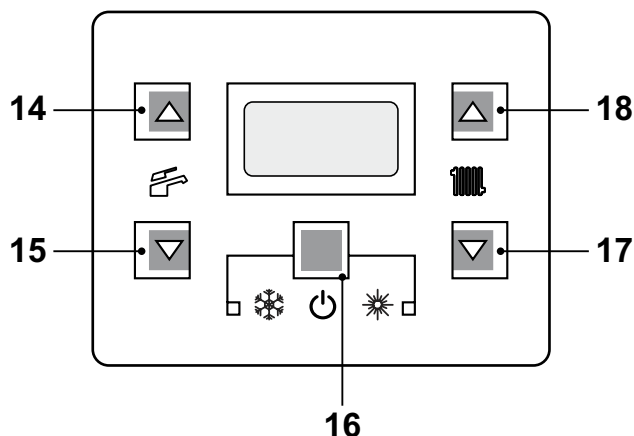
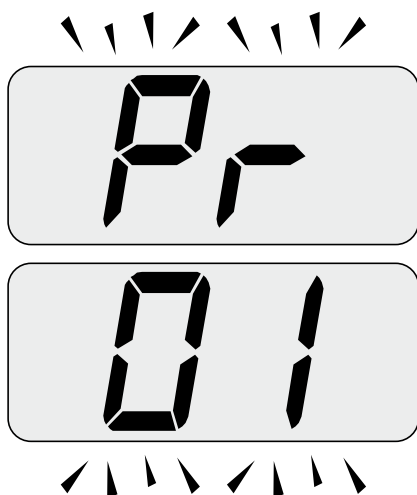
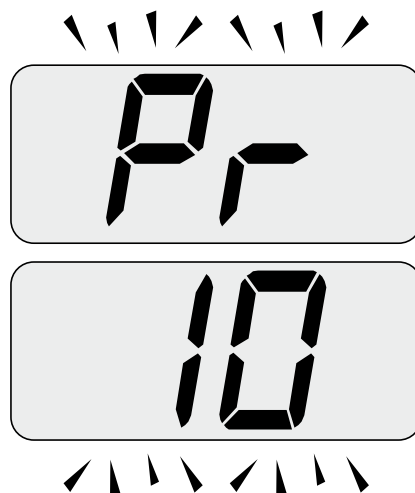

Figura 5.46
Figura 5.47
Figura 5.48
- Entrare in "modalità programmazione" premendo contemporaneamente per 10 secondi i tasti 16 - 17 - 18 (Figura 5.46) fino a far apparire sul display LCD le lettere **Pr** che si alternano con il codice **01**, indicanti l'entrata nel "parametro 01"(Figura 5.47).
- Scorrere i vari parametri utilizzando i tasti 17 o 18 fino a far apparire sul display LCD le lettere **Pr** che si alternano con il codice **10**, indicanti l'entrata nel "parametro 13"(Figura 5.48).
- Premere contemporaneamente i tasti 16 e 18 (Figura 5.46) fino a far apparire sul display LCD il valore del parametro 10 (30=180 secondi) (Figura 5.49).
- Premendo il tasto 16 (Figura 5.46) si ottiene la conferma del valore inserito.
- Premendo contemporaneamente i tasti 16 e 17 (Figura 5.46) si esce senza modificare il valore (ritorno alla lista parametri Figura 5.48)
- Premendo contemporaneamente per 10 secondi i tasti 16 - 17 - 18 (Figura 5.46) si esce dalla "modalità programmazione".